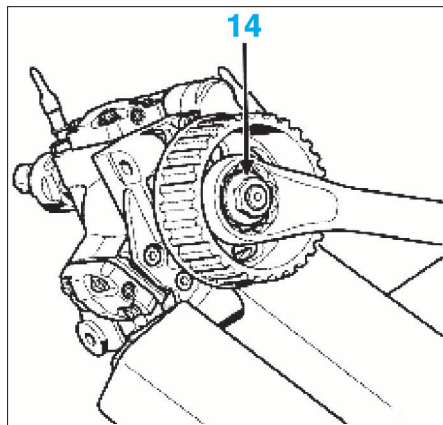

FIG. 56
- Dépose de la poulie de la pompe haute pression (Fig.56) :
- immobiliser la poulie de la pompe haute pression à l'aide d'une clé contre-coudée de 32 mm puis déposer l'écrou (14) de fixation de la poulie.